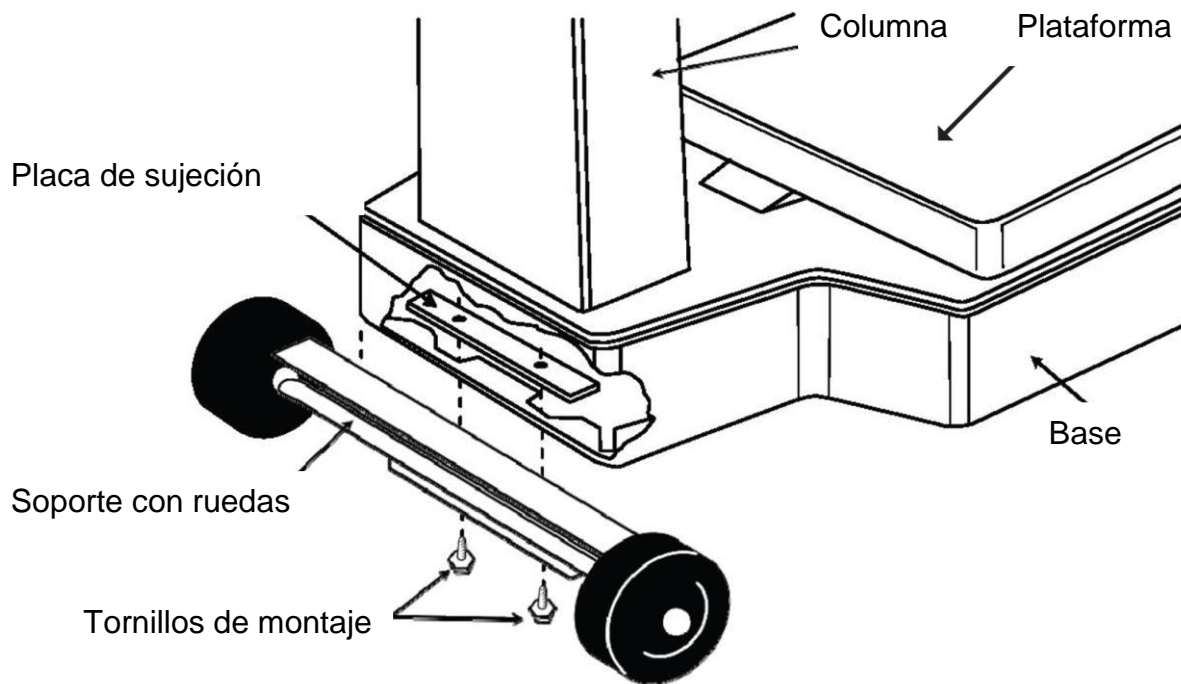

Figura 8
1. Retire los tornillos de montaje que sujetan la placa de sujeción al soporte con ruedas. (Ver Figura 8 en la página 11)